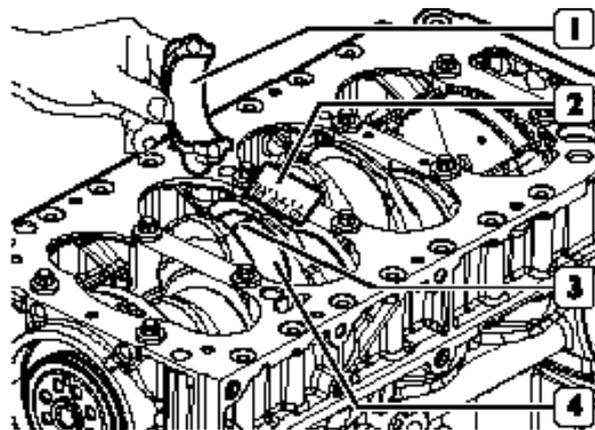

Figura 158
- Desmonte la capa (3) y determine la holgura existente comparando la anchura del hilo calibrado (3, figura 158) con la graduación de la escala expuesta en el envoltorio (2, figura 158) del hilo calibrado. En caso de que la holgura sea diferente de aquella prevista, se deberán reemplazar los semicojinetes y repetir el control. Una vez obtenida la holgura requerida, lubrique los semicojinetes de biela y móntelos definitivamente apretando los tornillos de fijación de las capas de biela de la manera ilustrada.